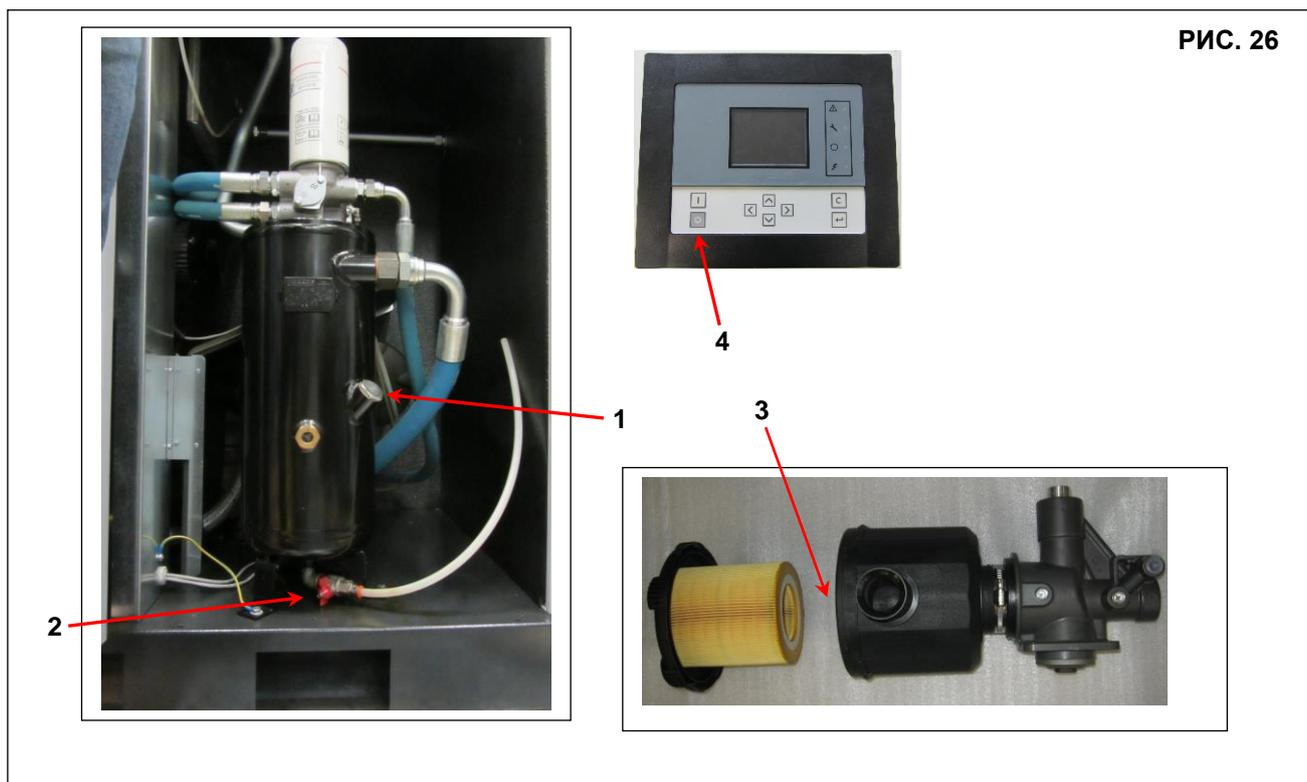

РИС. 26
Слив отработанное масло из машины через кран поз. 2 Рис. 26
- Залейте масло в коллектор поз. 1 Рис. 26 до максимального уровня (см. Гл. 15.4).
- Налейте немного масла во всасывающий блок, поз. 3 Рис. 26
- Примерно через 1 минуту выключите машину, нажав кнопку «СТОП» (поз. 4 Рис. 26) через какое-то время работы на холостом ходу, машина выключится.